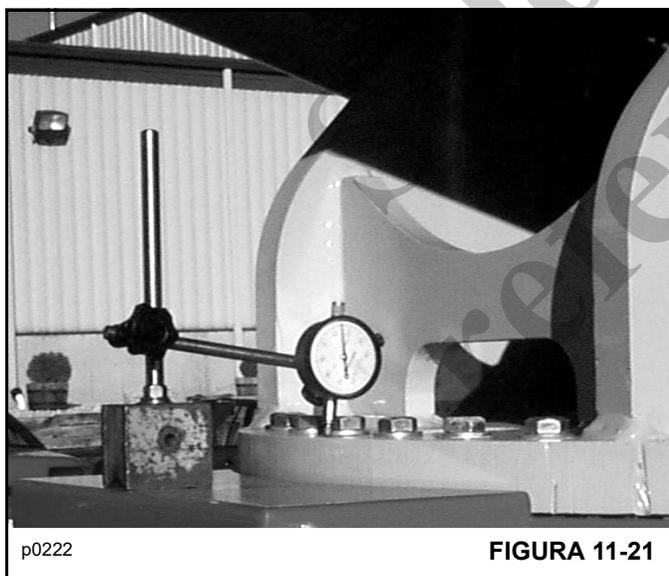

FIGURA 11-21
2. Con la pluma completamente extendida hacia adelante y en posición horizontal, coloque un indicador de cuadrante en la cubierta del mecanismo de giro y el mástil como se muestra en la Figura 11-21.